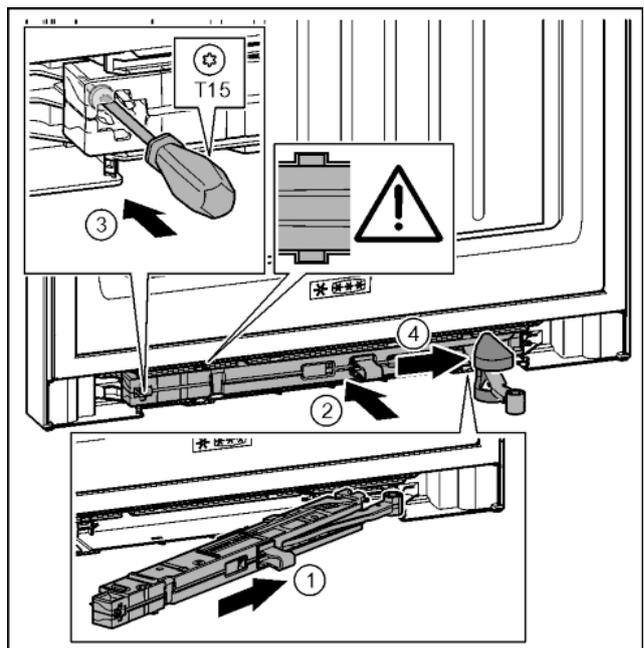

Fig. 45
- ▶ Inclinando nell'incavo spingere l'unità dell'ammortizzatore di chiusura sul lato del blocco di supporto fino alla battuta. *Fig. 45 (1)*
- ▶ Spingere l'unità dell'ammortizzatore di chiusura completamente nell'incavo. *Fig. 45 (2)*
- ▶ Stringere la vite con un cacciavite T15. *Fig. 45 (3)*
- ▶ Spingere la copertura sullo snodo. *Fig. 45 (4)*